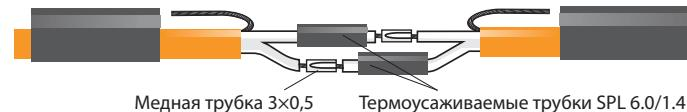

Рисунок 7
4.9. Зачищенные нагревательные жилы продеть с разных сторон в медную трубку 3×0,5 мм (длина 10 мм), соблюдая материал жилы, и обжать кремпером HT236E до плотного соединения согласно рис. 7.